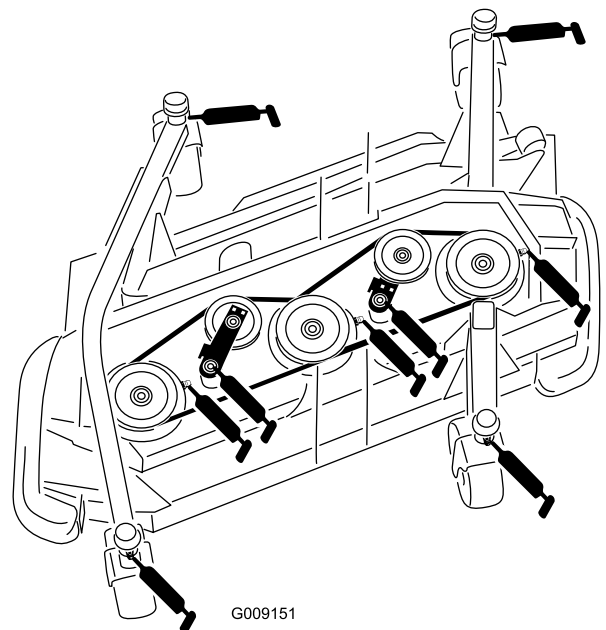

Figura 54
- 4 boccola dell'albero della forcella della ruota orientabile (Figura 54)
- 3 cuscinetti dell'albero del fusello (situati sull'alloggiamento del fusello) come illustrato nella Figura 54
- 2 boccole del perno di articolazione del braccio del tendicinghia (situate sull'albero del perno di articolazione del tendicinghia) come illustrato nella Figura 54